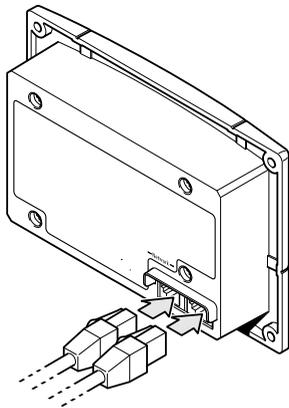

Figura 2-6 Conectando os Cabos de Rede
5. Conecte os cabos Xanbus (e o terminal, se necessário) a uma das entradas de rede na parte posterior do SCP. Consulte Figura 2-6.
4. Conecte os cabos Xanbus (e o terminal, se necessário) a uma das entradas de rede na parte posterior do SCP. Consulte Figura 2-6.